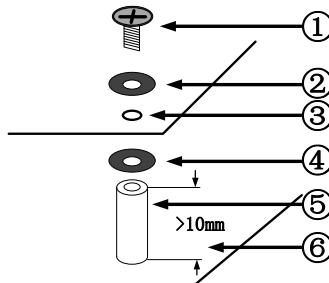

图 4-3-2 定位孔安装
在安装与更换控制器前，必须先确保控制器的供电和相关联的设备供电已被切断。确定安装位置与安装方向无误后方可安装。定位孔安装方法请参照图 4-3-2。①M3 平头螺丝。②橡胶或金属垫片。③产品 PCB 安装孔。④橡胶或金属垫片。⑤M3 铜柱（铜柱高不要小于 10mm）。⑥控制柜基板。